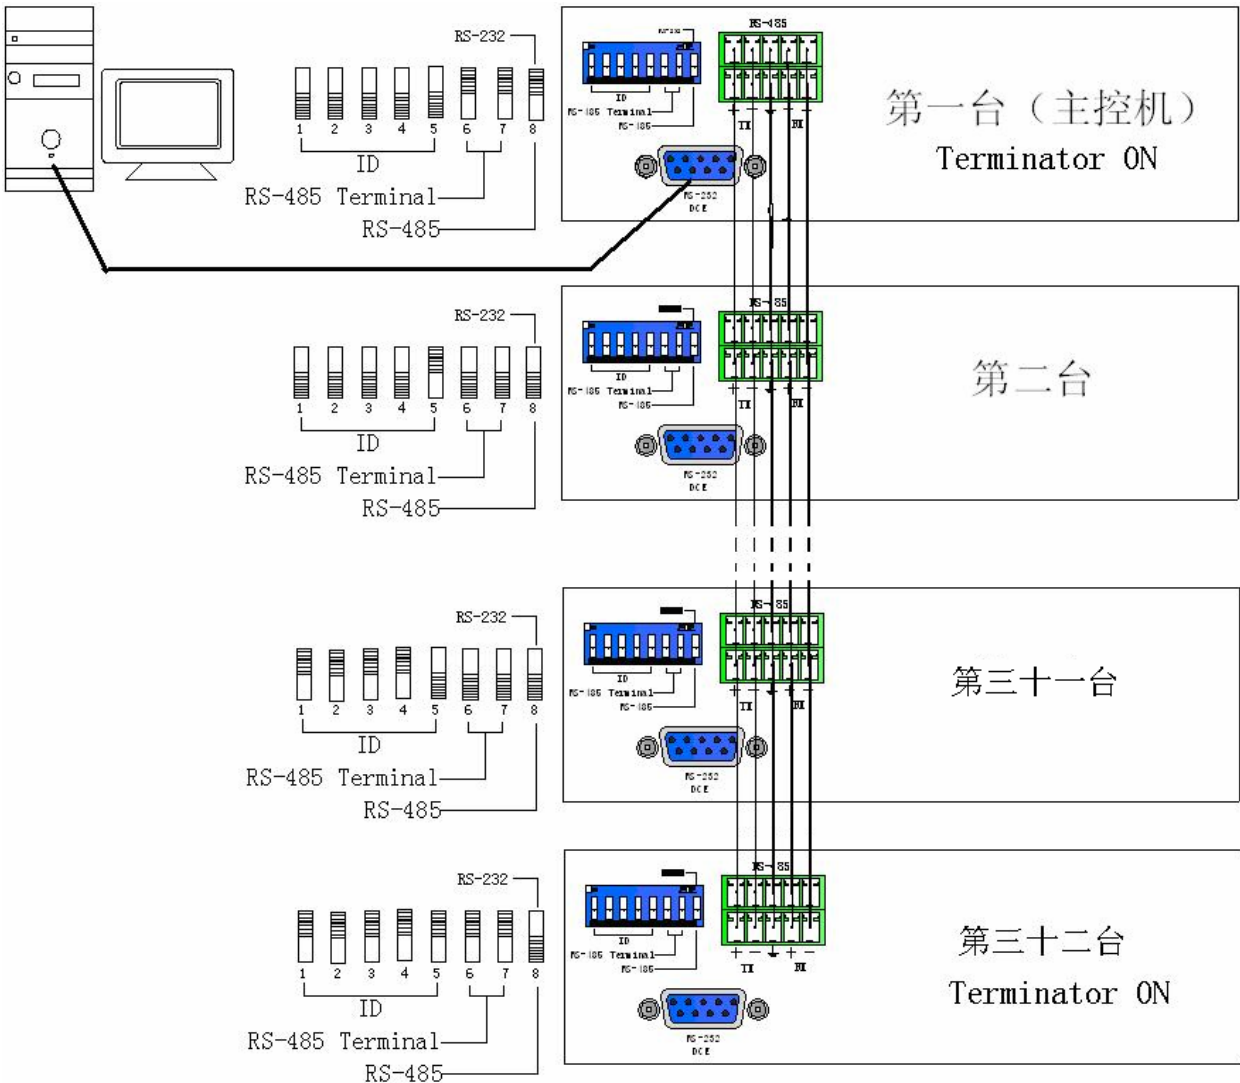

图 5-9
A. PC 提供 RS-232 时，接线方式如下图 5-9 所示：